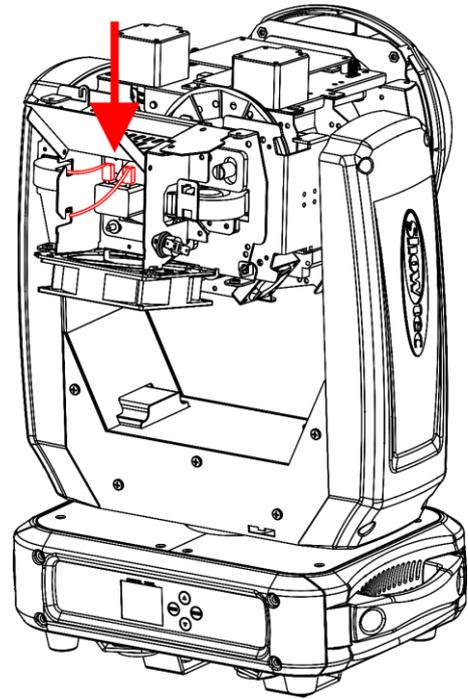

Fig. 20
- 04) Scollegare i 2 cavi dai terminali della lampada (Fig. 20).